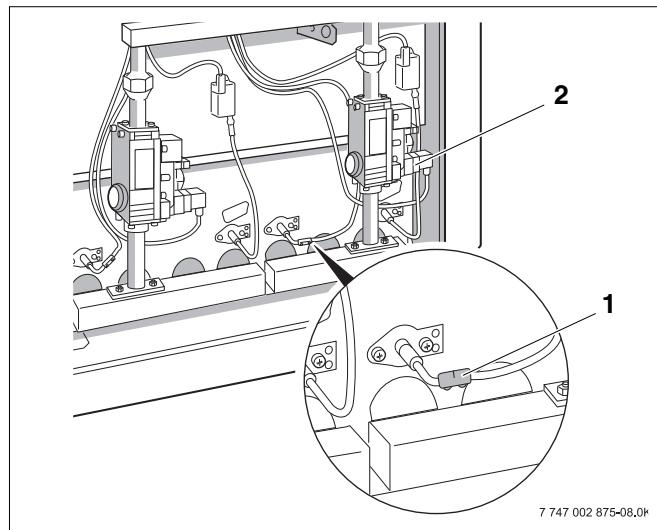

Рис. 33 Проверка контроля пламени
- Удалите защиту от прикосновения на контролльном кабеле (Рис. 33, поз. 1) и разъедините штекерное соединение.
Примерно через 12 секунд откроется электромагнитный клапан (Рис. 33, поз. 2), что можно распознать по тихому щелчу. Примерно через 10 секунд после этого горелка переключается на неисправность, т.е. загорится сигнальная лампочка на кнопке подавления помех.